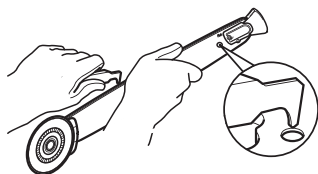

Fig.38
- > Pour nettoyer les résidus accumulés dans les rails du guide-chaîne [6], utilisez un tournevis, un couteau de vitrier, une brosse métallique ou autre outil similaire. Cela permettra une meilleure circulation de l'huile afin que la chaîne [5] et le guide-chaîne [6] soient correctement graissés en permanence (Fig.38).